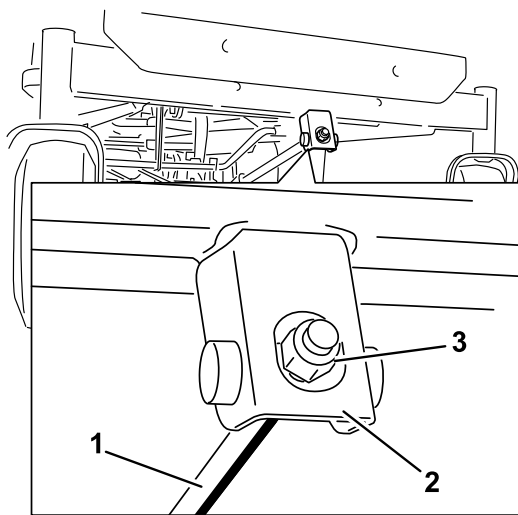

Figura 64
- Para ajustar la inclinación longitudinal, gire la tuerca de ajuste de la parte delantera del cortacésped (Figura 64).